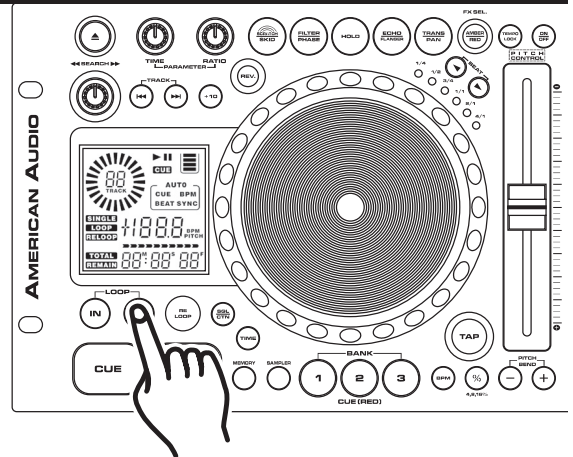

Figura 21
**CÓMO ABANDONAR EL EFECTO DE RULO** – Para salir de un rulo continuo (SEAMLESS LOOP), presione el BOTÓN OUT (24). Las señales LED correspondientes al BOTÓN IN (25) y al BOTÓN OUT (24) permanecerán encendidas, pero dejarán de titilar. La reproducción de música se reanudará en forma normal (Figura 21). Ambas señales LED del BOTÓN IN (25) y del BOTÓN OUT (24) permanecerán encendidas para indicar que hay un rulo guardado en la memoria.
- 1) Presione el BOTÓN OUT (24) para volver a la reproducción normal desde el punto de referencia cue del rulo. (Figura 21) Así se saldrá del modo de rulo continuo y se podrá editar el punto de finalización correspondiente.
- 2) Presione el BOTÓN OUT (24) una vez más cuando llegue a su nuevo punto de finalización (Figura 21).